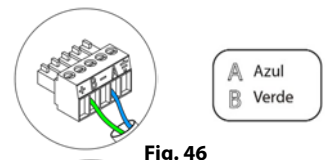

Fig. 46
Para la conexión al bus de conexión Airzone de la central ④ dispone de 1 borna de 5 pines. Fije los cables con los tornillos de la borna respetando el código de colores (Fig. 46).